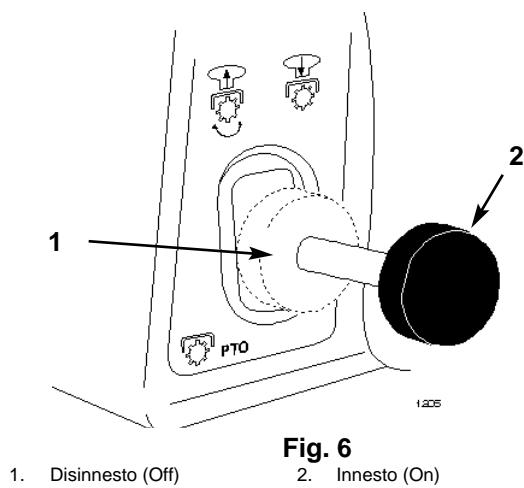

Fig. 6
2. Tirate la leva della presa di forza in posizione "ON" (Fig. 6).
2. Spingete la leva della presa di forza in posizione "OFF" (Fig. 6).